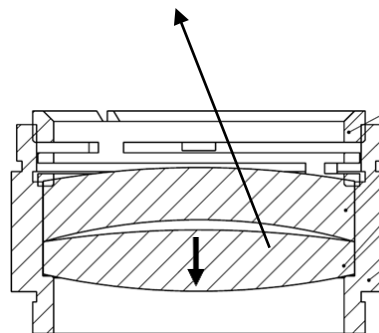

Рисунок 12 – Установка фокусирующей линзы в
- Осторожно вставьте фокусирующую линзу и прижимное кольцо обратно в держатель и затяните прижимное кольцо, как показано на рис. 12;